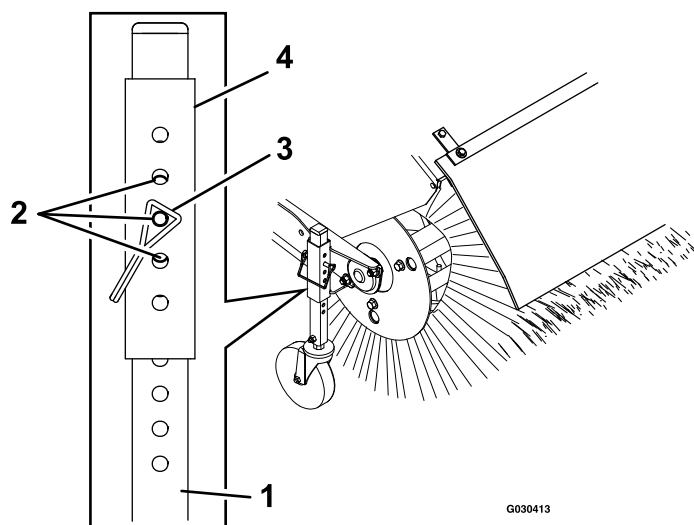

Figura 17
5. Para ajustar la altura del cepillo, retire y guarde el pasador del tubo de ajuste y de la barra de la rueda giratoria (Figura 17).
7. Para ajustes finos, mueva el tubo de ajuste un taladro hacia arriba o hacia abajo sobre la barra de la rueda giratoria para ajustar la altura del cepillo en incrementos de 3 mm (Figura 17). Repita los pasos 5 a 7 en la otra rueda giratoria.